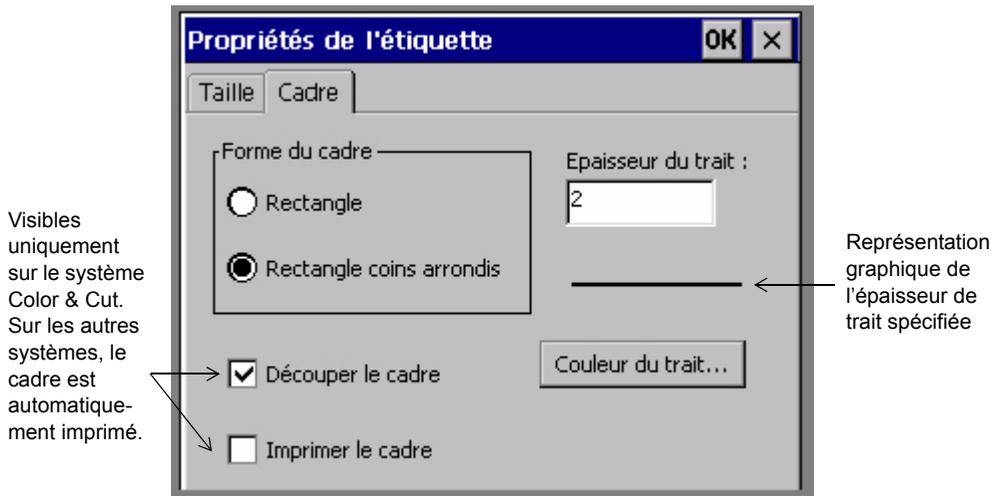

Figure 6-16. Onglet Cadre de l’écran Propriétés de l’étiquette
- **Cadre**, pour ajouter des cadres à vos étiquettes (Figure 6-16)